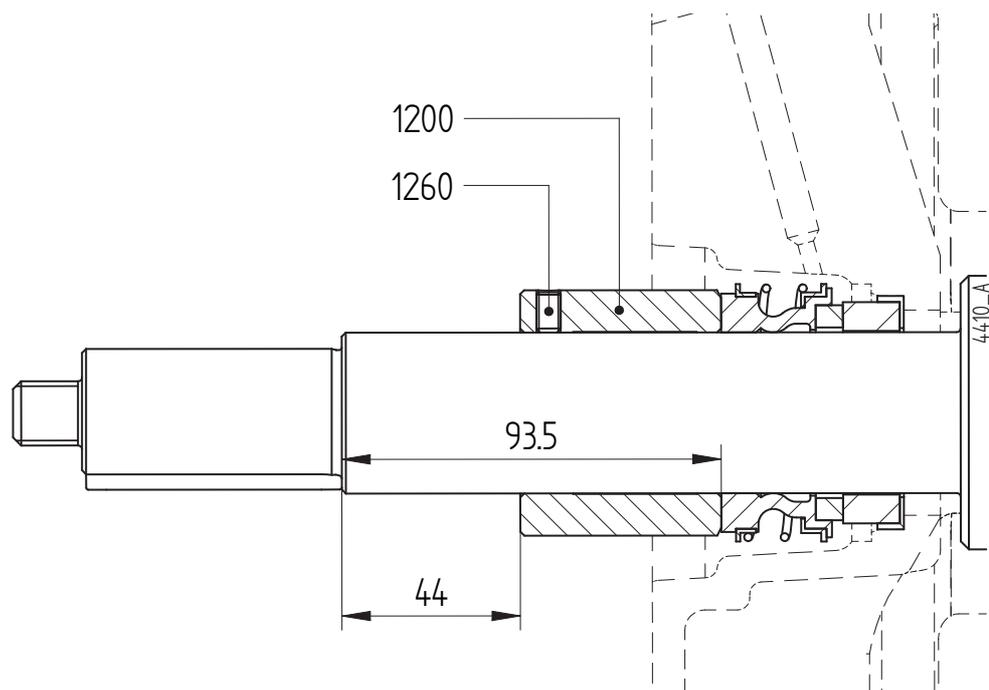

Figura 12: Ajuste del retén mecánico M1 en una bomba tamaño 200-160.
- 2 Coloque el casquillo (1200) y ajuste la distancia al collarín del eje 44 mm. Consulte figura 12 de párrafo 7.6.3 "Montaje del retén mecánico M1". Apriete los tornillos de ajuste (1260).
- 2 Sólo bomba de tamaño 200-160: Afloje los tornillos de ajuste (1260). Consulte figura 12.
- 7 Sólo bomba de tamaño 200-160: Ajuste la distancia entre la camisa espaciadora y el collar del eje a **44 mm**. Fije la camisa espaciadora utilizando los tornillos de ajuste (1260). Consulte figura 12.